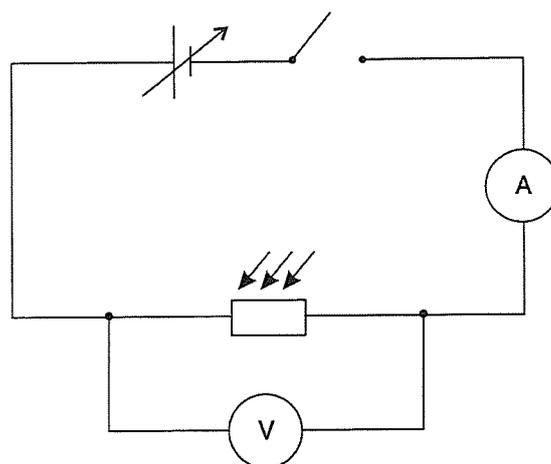

Figure 21.1
4.1. Réaliser le montage représenté à la figure 21.1.